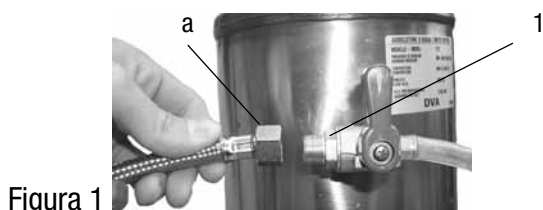

Figura 1
- 1) Utilizzare il tubo **a** (da 900 mm, fornito in corredo alla macchina) per collegare la valvola d'intercettazione della rete idrica al rubinetto **1** di entrata acqua all'addolcitore (figura 1).